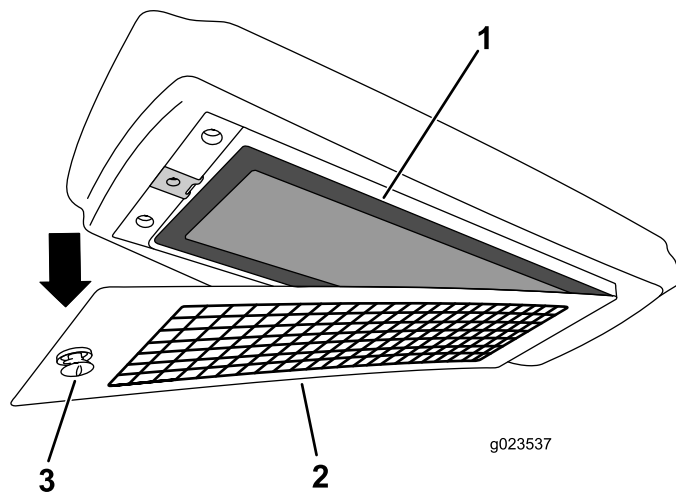

Figure 130
4. Sortez le filtre à air du boîtier et remplacez l'élément filtrant (Figure 130).